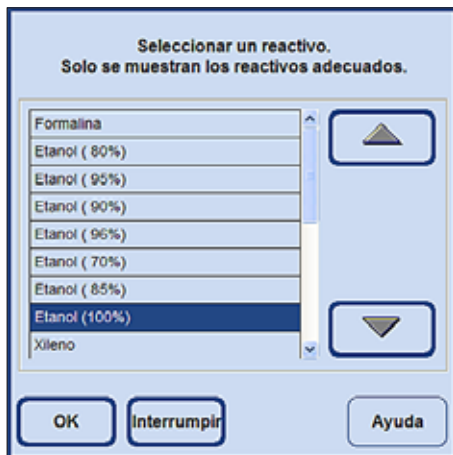

Fig. 169
- Ahora se debe seleccionar el reactivo (lógicamente el contenido en la estación externa) (fig. 169) con el que se debe llenar la botella marcada.